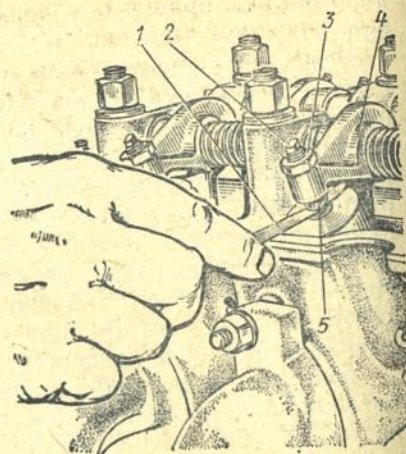
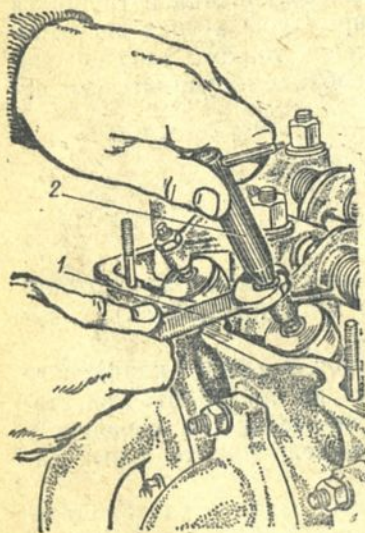

Рис. 36. Проверка зазора между торцами наконечника нажимного болта коромысла и стержня клапана:
Рис. 37. Регулировка зазора между торцами наконечника и стержня клапана:
3. Проверьте плоским шупом 1 (рис. 36) зазоры между торцами наконечников 5 и стержней клапанов первого цилиндра.
4. Отрегулируйте зазоры между торцами наконечников (рис. 37) и стержнями клапанов. Для этого гаечным ключом 1 (см. рис. 37) немного отверните контргайку 3 (см. рис. 36) нажимного болта 2
коромысла и вращайте головку этого болта специальным торцовым ключом 2 (см. рис. 37) до получения требуемого зазора (0,15 мм для впускного и выпускного клапанов).